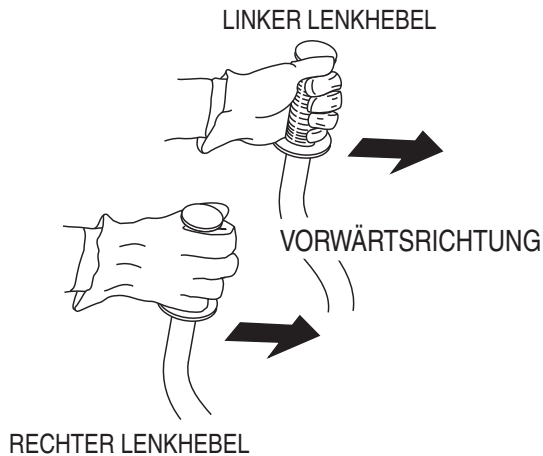

Abb. 12. Linker und rechter Lenkhebel
1. Den linken und rechten Lenkhebel nach vorne drücken. Siehe Abb. 12.